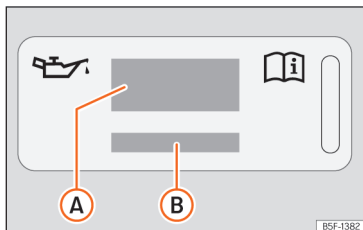

Abb. 210 Im Motorraum: Aufkleber mit Motoröl-Spezifikationen
Legende zur >>> **(Abb. 210):**
Wenn Motoröl nachgefüllt werden muss, verwenden Sie eines der auf dem Aufkleber angegebenen Motoröle >>> **(Abb. 210)**. Der Aufkleber mit der vorgeschriebenen Motoröl-Norm befindet sich im vorderen Bereich des Motor-
- Wenn der Aufkleber mit den Motoröl-Spezifikationen »» [Abb. 210] fehlt, wenden Sie sich an einen Fachbetrieb.